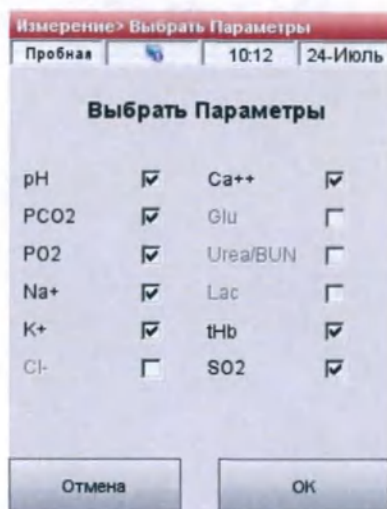

Рис.5-5 Выбрать Параметры
- Если <Разрешить пользователю выбор параметров> было включено в <Настройки> (См. Раздел 3.2.2.2), отобразится экран <Выбрать параметры для измерения> (Рис.5-5), и вы сможете выбрать результаты для определенных параметров для текущего измерения.